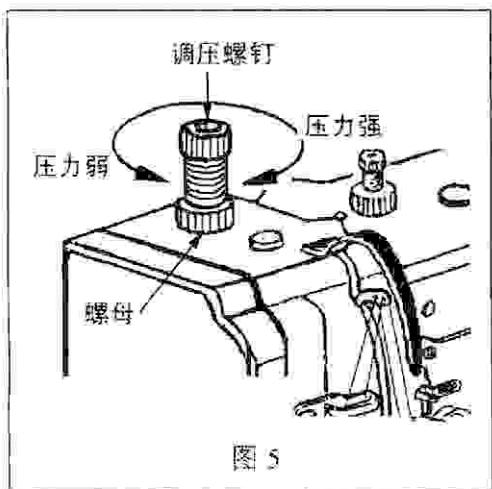

图 5
7、压脚压力的调节 (图 5):
旋转调节螺钉，如图 5 所示，可调节压脚压力的大小。